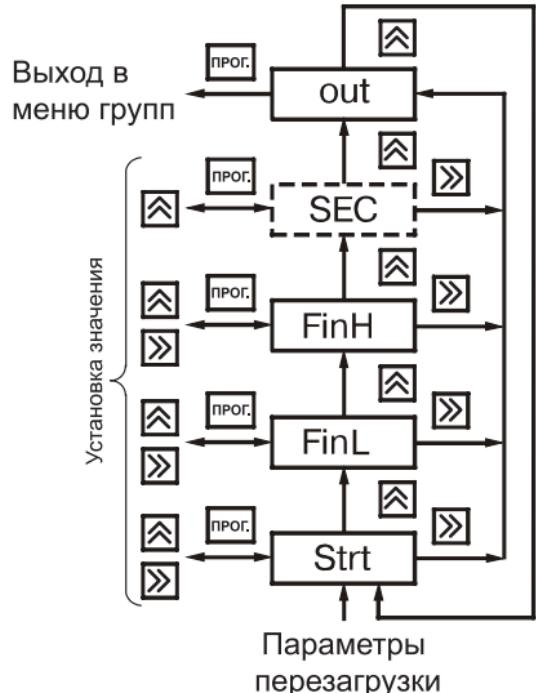

Рис. 24
6.1.7. Группа "GrouP_b" (рис. 24) содержит параметры **FinL**, **FinH**, задающие границы счета и значение **Strt** загружаемое в счетчик импульсов при достижении этих границ. Положение десятичной точки в этих параметрах определяется её положением в параметре **F**. Установите нужное значение параметров **FinL** **FinH** и **Strt**.